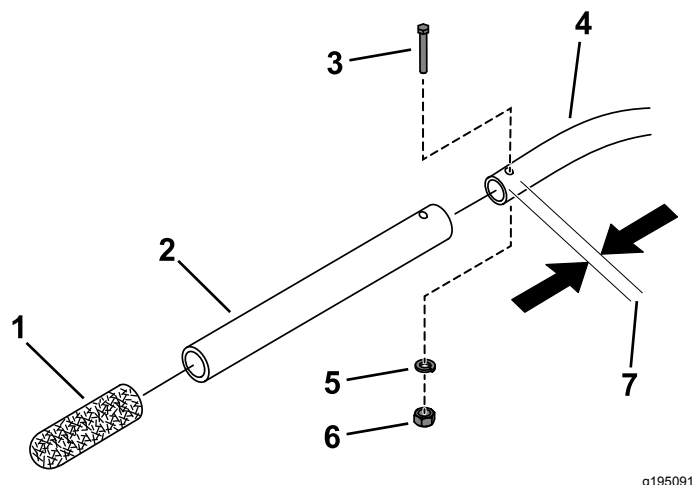

Рисунок 9
1. Снимите и отложите в сторону ручку для захвата с рукоятки сборщика кернов (Рисунок 9).
2. Просверлите отверстие 9/16 дюйма на расстоянии 2,5 см от отверстия в торце рукоятки сборщика кернов (Рисунок 9).
3. Прикрепите удлинитель к рукоятке сборщика кернов с помощью болта (1/4 x 1 1/2 дюйма), стопорной шайбы и гайки (Рисунок 9).
4. Вставьте ручку для захвата в удлинитель рукоятки (Рисунок 9).